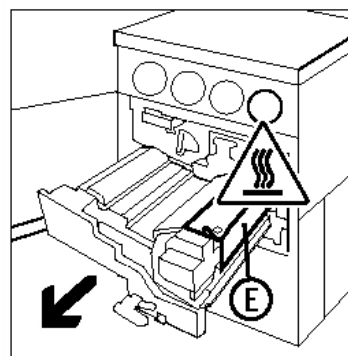

Figura 42: Puxar o Módulo de caminho de papel para fora
- 3 Puxe o Módulo de caminho de papel para fora da copiadora/imprensa até que esteja totalmente aberto, conforme ilustrado na Figura 42.